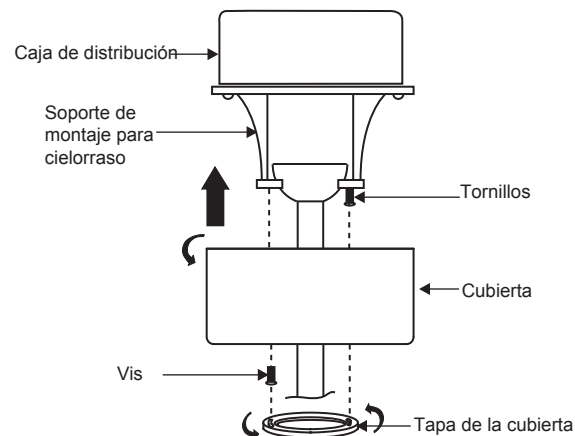

Fig. 14
**NOTA:** Ajuste los tornillos de la cubierta según sea necesario hasta que la cubierta y la tapa de la cubierta estén bien ajustadas. (Fig. 14)